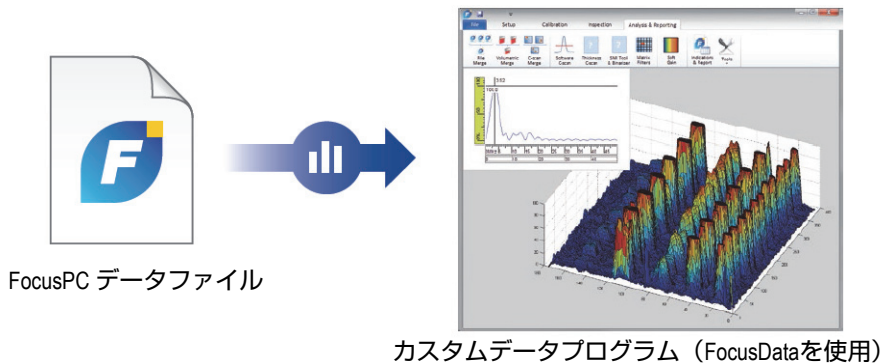

図 i-5 FocusData を使用したカスタムデータ表現の例
- FocusData も、プログラムサンプルと完全なソースコードを含むもう一つの SDK です。FocusData を使用してカスタムプログラムを作成し、未加工検査データを抽出してカスタムデータの処理や表現を行うことができます (16 ページの図 i-5)。詳細については、18 ページの「FocusData SDK」を参照してください。